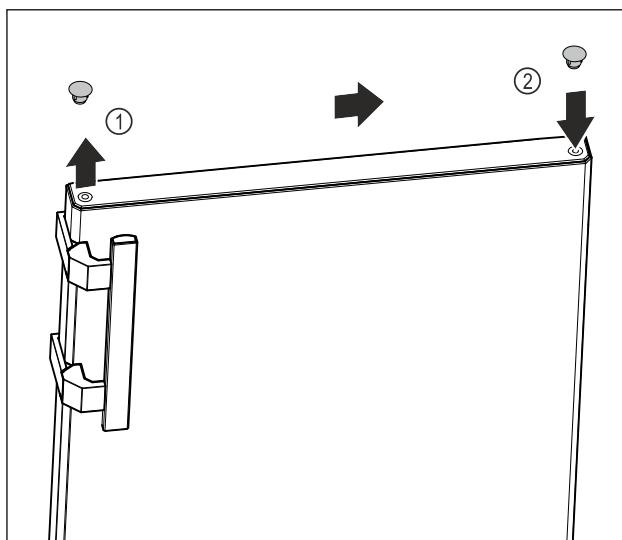

Fig. 13
- ▶ S ploščatim izvijačem previdno privzdignite pokrivni čep na zgornji strani vrat Fig. 13 (1).
- ▶ Pokrivni čep vstavite na nasprotni strani. Fig. 13 (2)